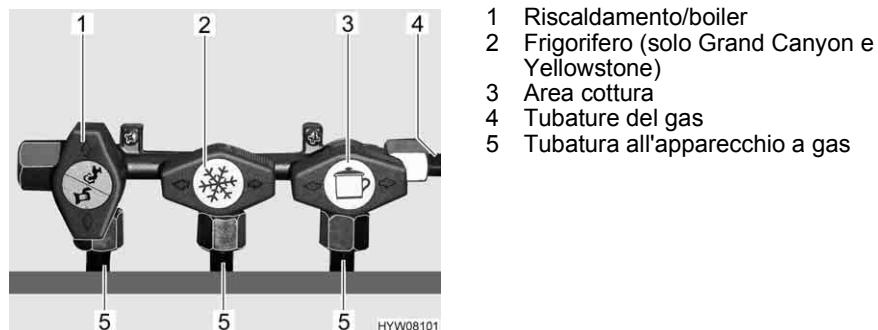

Fig. 39 Simboli dei rubinetti di arresto del gas
Nel veicolo, tutti gli apparecchi del gas sono dotati di un rubinetto di arresto del gas (Fig. 39).
- Posizionare il rubinetto di arresto del gas dell'apparecchio a gas corrispondente parallelamente (Fig. 39,1) alla tubatura (Fig. 39,5) che alimenta l'apparecchio a gas.
- Posizionare il rubinetto di arresto del gas dell'apparecchio a gas corrispondente trasversalmente (Fig. 39,2 e 3) alla tubatura (Fig. 39,5) che alimenta l'apparecchio a gas.